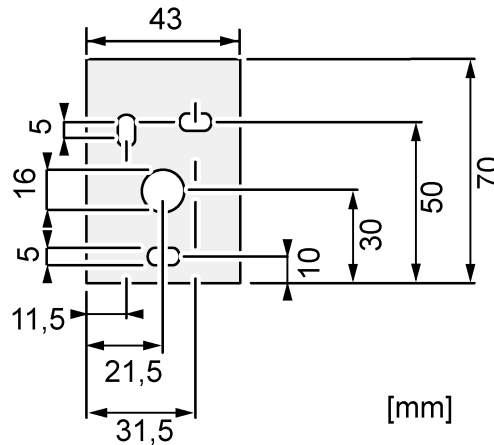

Bild 5: Maßzeichnung Bohrlöcher und Leitungsdurchlass
- Den Montagewinkel mit geeigneten Schrauben durch die ausgestanzten Bohrlöcher (siehe Bild 5) an der Wand befestigen.